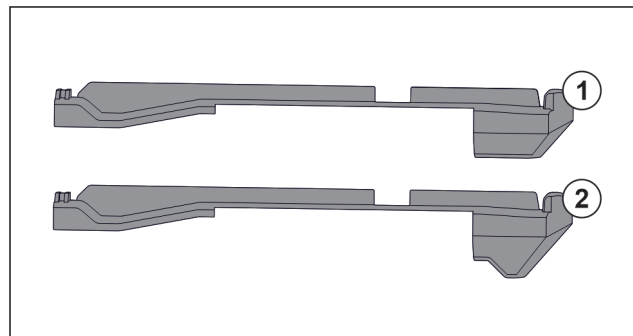

Fig. 78 Порівняння вставних частин
У пристрої є дві різні вставні частини. Вставна частина над самим нижнім висувним ящиком Fig. 78 (2) має трикутний край. Всі інші вставні частини Fig. 78 (1) мають прямий край.
- Розмістити вставну частину Fig. 78 (2) з трикутним краєм над самим нижнім висувним ящиком.
- Розмістити вставну частину Fig. 78 (1) з прямим краєм у всіх інших місцях.